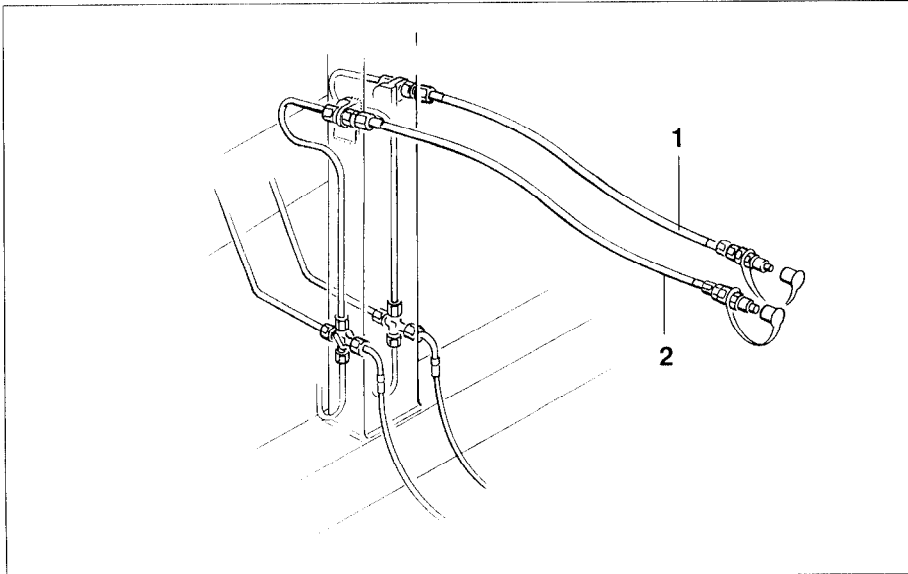

Fig. 4.3
3. Anschlußeinheit I (Fig. 4.3/1) am Schlepper an ein einfach wirkendes Steuerventil anschließen.
4. Anschlußeinheit II (Fig. 4.3/2) am Schlepper an ein einfach wirkendes Steuerventil anschließen.